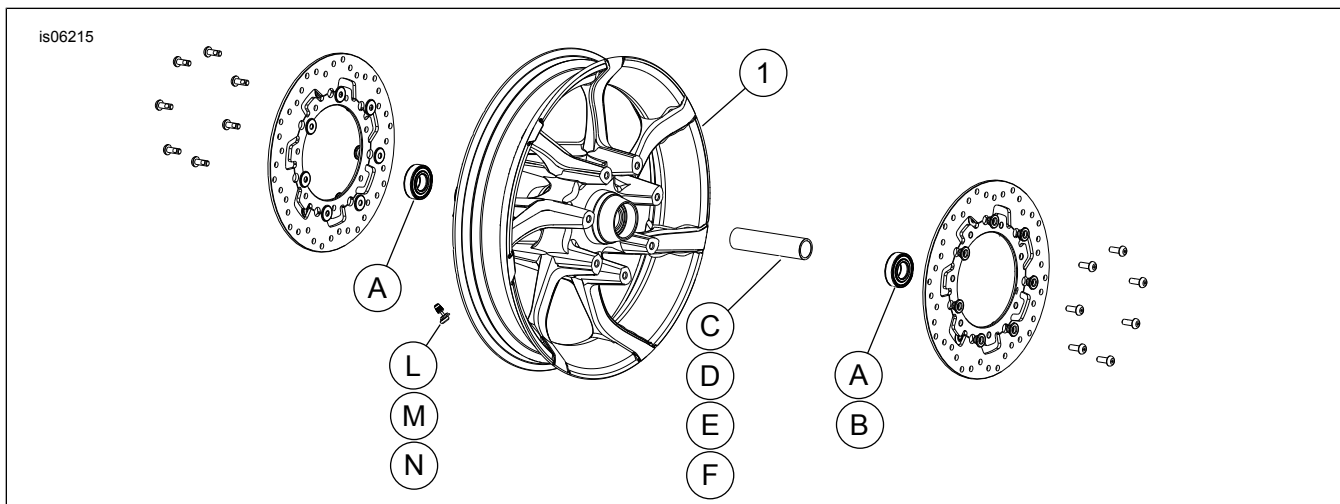

Abbildung 1. Ersatzteile: VORDERE AGITATOR RÄDER (19-Zoll-Rad abgebildet)
Siehe Abbildung 1 und Ersatzteiletabellen.
2. Siehe Abbildung 1 >. Die Ventilschaft-Baugruppe (L) am Rad anbringen. Siehe das Werkstatthandbuch.